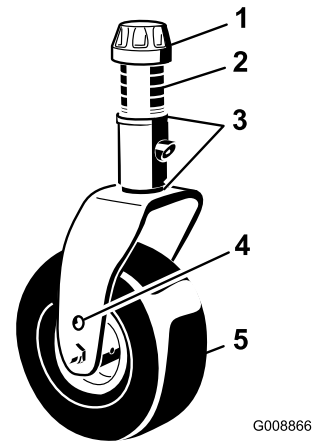

Bild 82
- Entfernen Sie die Spannkappe von der Spindelwelle und ziehen die Spindel aus dem Laufradarm heraus (Bild 82). Stecken Sie die Beilagscheiben nach Bedarf um, um das Laufrad anzuheben oder abzusenken, bis das Mähwerk die korrekte Neigung erhalten hat.